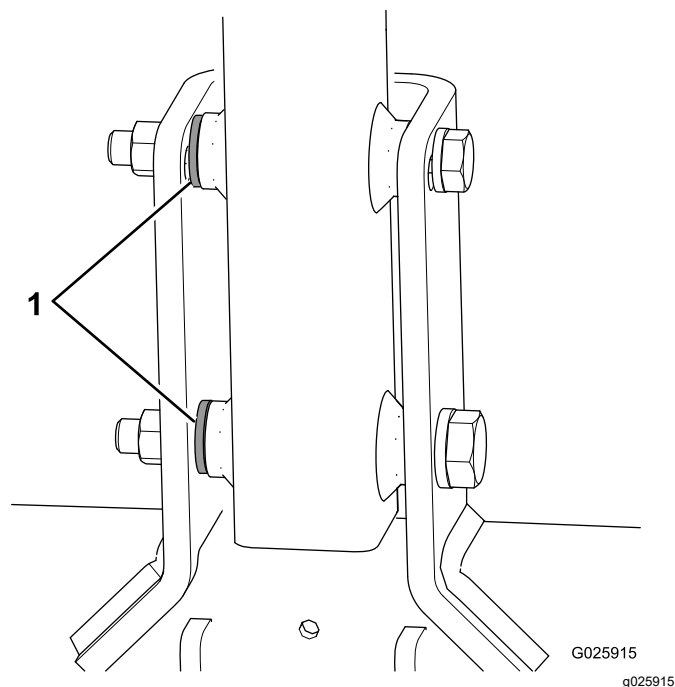

Figura 6
- Dacă maina are o a treia aibă inclusă cu fiecare urub, utilizați acele aibe ca distanțiere între dispozitivul de remorcare și interiorul suportului pivotant al dispozitivului de remorcare. (Figura 6).